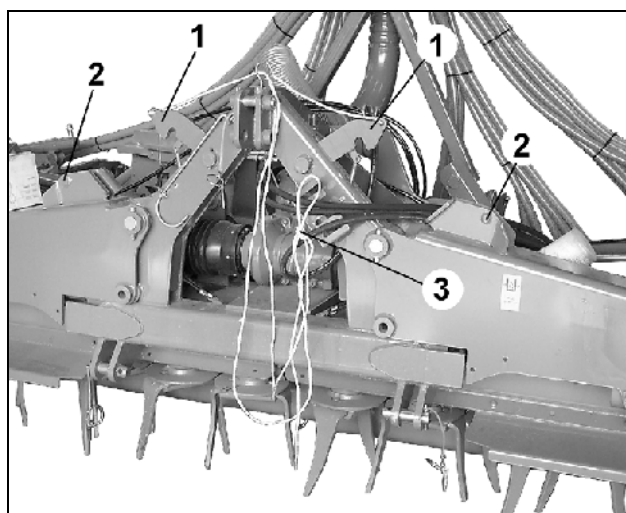

Рис. 110
- Разложите машину, предварительно открыв блокировку из кабины трактора при помощи троса (Рис. 110/3).